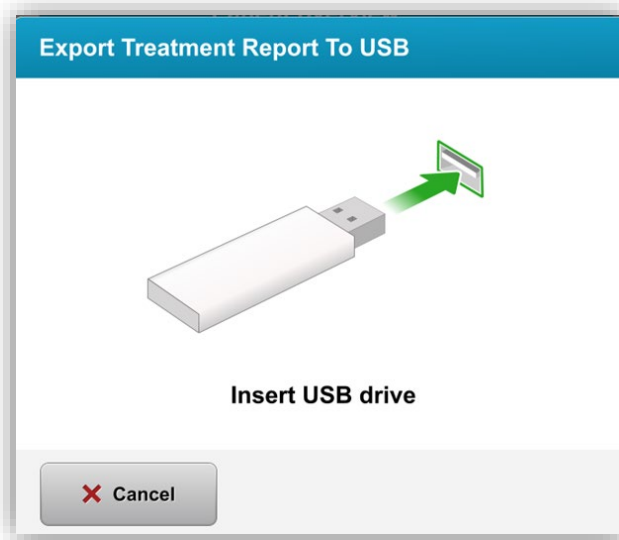

Figura 3-41. Introducir USB
- o La pantalla le instará a que introduzca una unidad USB, tal como se muestra en la figura 3-41.